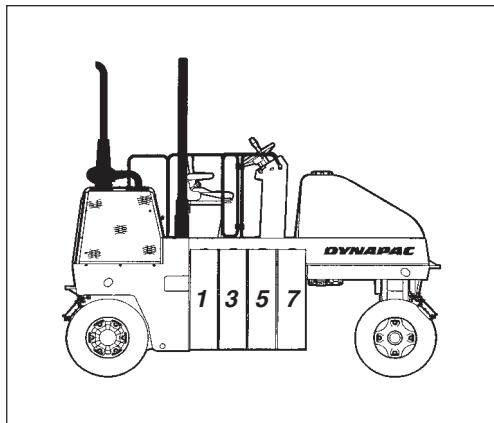
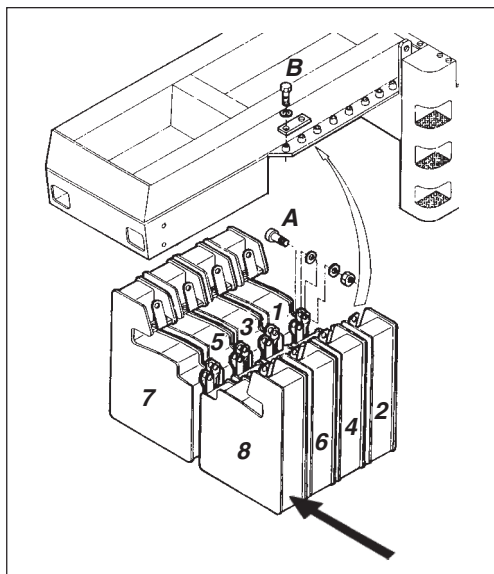

Fig. 12 Max. ballast, 8 boxar
Fig. 13 Ballastboxar
Fortsätt i kronologisk ordning enligt fig. 13.
1. Bortse från ballastbox (1) och (2) i fig. 12 och 13, där de extra fotstegen skall vara monterade. Börja sätt in ballastbox (3) och sedan (4) på sina respektive platser. Fortsätt i kronologisk ordning enligt fig. 13.